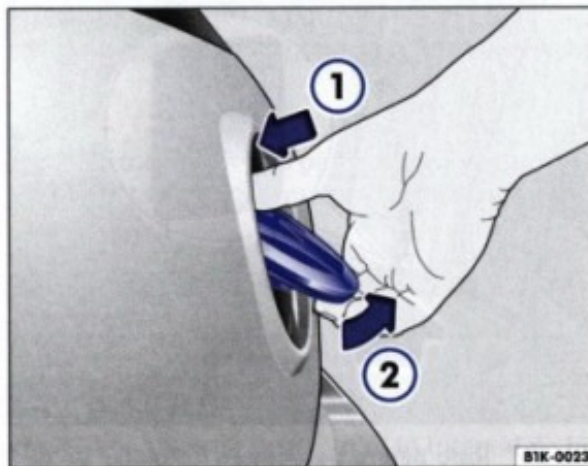

Fig. 31 Deschiderea din exterior a hayonului
– Apăsați cu degetele mari, sus, pe emblema VW ⇒ fig. 31 și rabatați emblema în jos. Prindeți cu mâna sub emblema și deschideți hayonul.